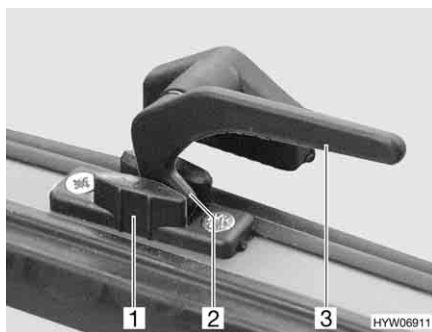

Bild 69 Verriegelungshebel in Stellung "Dauerbelüftung"
- in Stellung "Dauerbelüftung" (Bild 69)
- Den Verriegelungshebel (Bild 69,3) eine viertel Umdrehung zur Fenstermitte hin drehen.
- Verriegelungshebel wieder zurückdrehen. Die Verriegelungsnase (Bild 69,2) dabei in die Aussparung der Fensterverriegelung (Bild 69,1) einfahren.